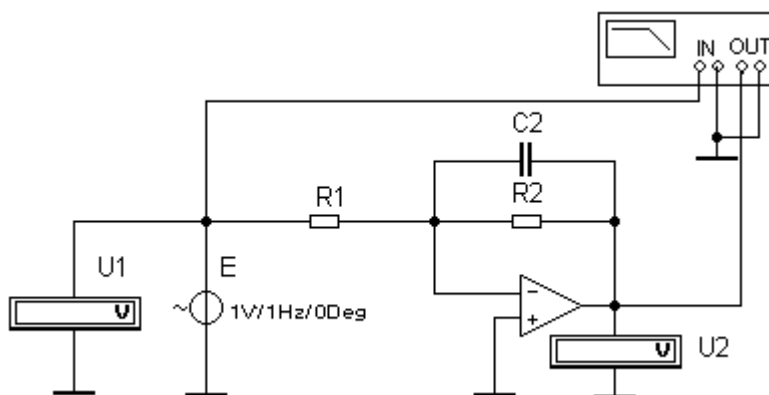

Рисунок 1-Схема исследования частотных характеристик ARC- фильтра нижних частот первого порядка
- 1.Собрать схему электрической цепи (рис. 1).